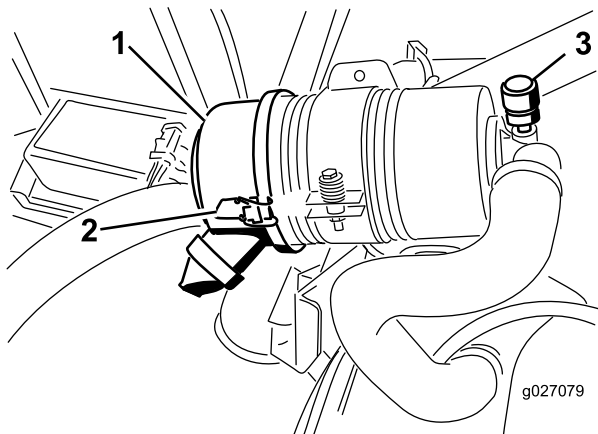

图55
仅在维护指示器（图55）要求时，维护空气滤清器滤芯。在必须更换之前更换空气滤清器，只会增加灰尘在滤清器拆下时进入发动机的几率。
1. 松开将空气滤清器盖固定到空气滤清器壳体上的搭扣（图55）。